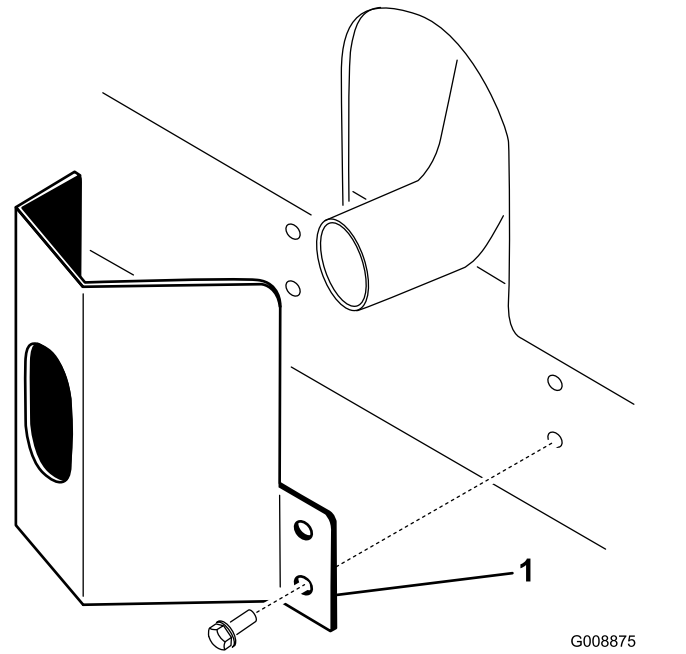

Figure 36
- 2. Fixez la protection de l'échappement sur le cadre à l'aide de 4 vis autotaraudeuses (Figure 36).
- 1. Placez la protection de l'échappement autour du silencieux et alignez les trous de montage sur ceux du cadre (Figure 36).